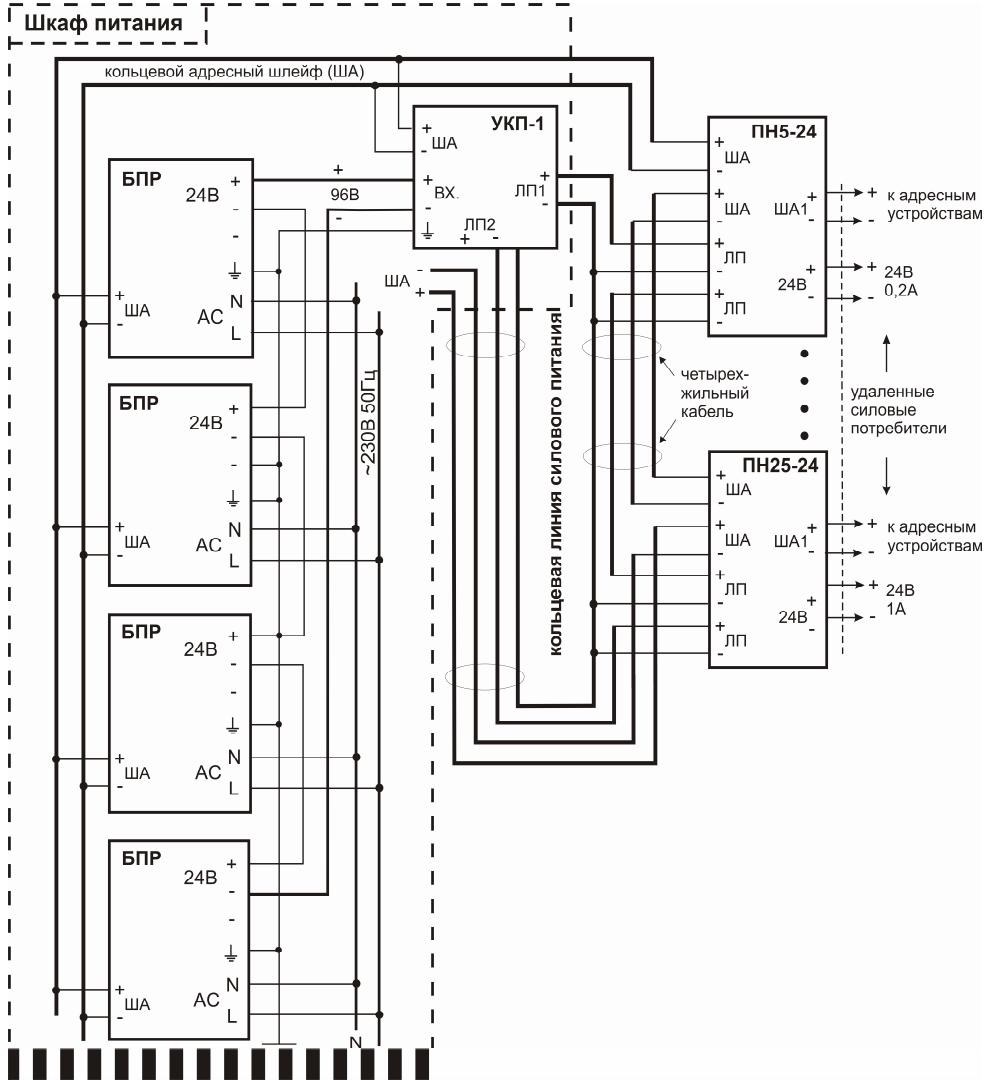

Рис.7 Система питания удаленных силовых потребителей
– Система питания удаленных объектов (рис.7) на базе БПР, дополнительных преобразователей ПН со встроенными изоляторами адресного шлейфа и линии питания, с контролем целостности кольцевой линии питания УКП-1 позволяет запитать по двухпроводной линии силовых потребителей суммарной мощностью до 300Вт.